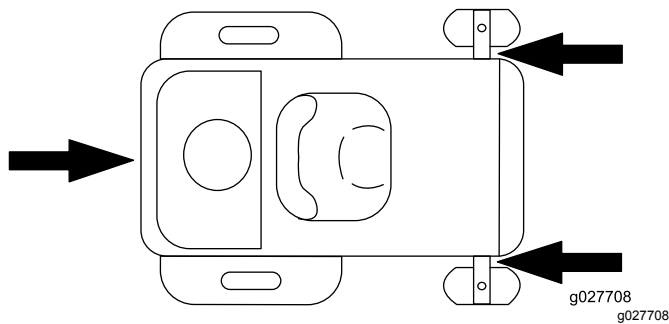

図 33
- チェーン、ケーブル、ロープなどを使用してトレーラやトラックの荷台に機械を確実に固定する。固定は、機体の左右、合計 4ヶ所に設けられたロープ掛けポイントのみを使用して行う図 33。アタッチメントを取り付けた状態で搬送する場合も、上記 4ヶ所のロープ掛けポイント以外は使用しない。これら以外の場所を使うと、機体やアタッチメントを損傷する可能性がある。